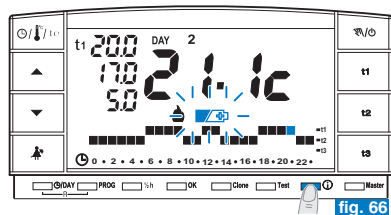

fig. 66
■■■■■ Batterie scariche: in questo caso apparirà lampeggiante il simbolo  (esempio in fig. 66); **sostituire le pile entro 30 giorni.**